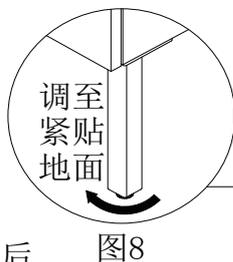

图8
① 如图8所示, 调节支脚。必须把支脚调节至贴紧地面, 并保证柜体水平。